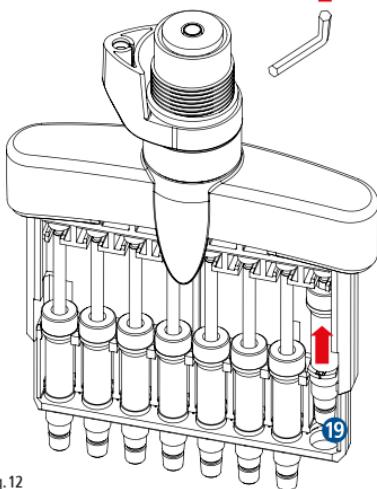
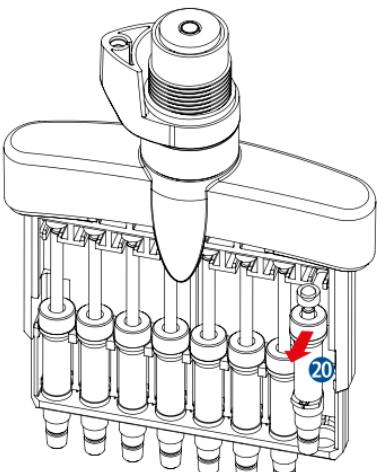

Fig.12
Fig.13
- Le cylindre du piston **19** est repoussé vers le haut (Fig. 12), vous pouvez alors facilement retirer l'ensemble de piston complet **20** (Fig. 13) par l'avant et nettoyer sa surface extérieure à l'aide d'une solution désinfectante à base d'alcool. Regraissez le piston avec la graisse pour pistons STARLAB d'origine (voir section 8 Codes de commande).